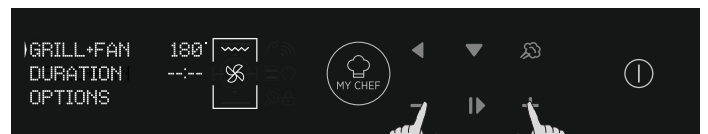

Abbildung 10
- Drücken Sie PLUS oder MINUS, um die gewünschte Temperatur in der gewählten Funktion auszuwählen. Drücken Sie dann auf OK, um fortzufahren, oder auf BACK, um zur Auswahl der Garfunktionen zurückzugehen. (Abbildung 10)